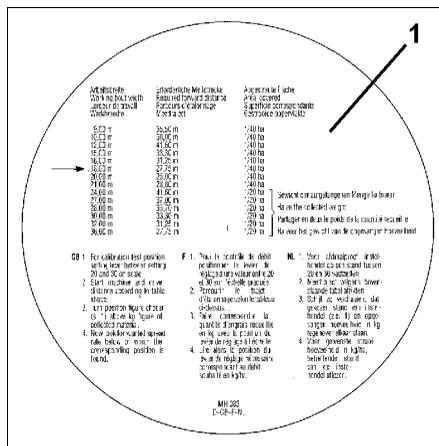

Fig. 36
- Prendere dall atabella il valore (Fig. 36/1) per la larghezza di lavoro desiderata di **18 m** la distanza di prova desiderata di **27,75 m** per un'area di **1/40 ha** da ricoprire.